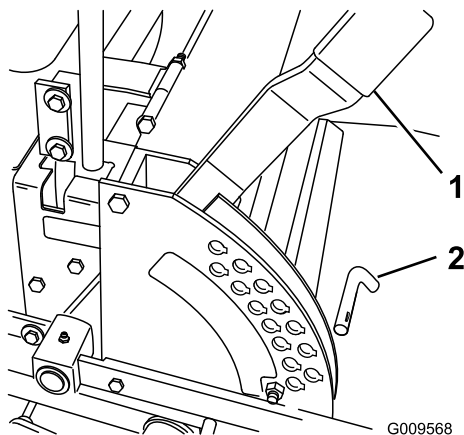

Figura 19
1. Levante la palanca de ajuste de la altura de corte a la posición de transporte, que es también la posición de altura de corte de 127 mm (5") (Figura 19).
2. Para ajustar la altura de corte, retire el pasador del soporte de altura de corte (Figura 19).
3. Seleccione el taladro del soporte de altura de corte que corresponde a la altura de corte deseada, e inserte el pasador (Figura 19).